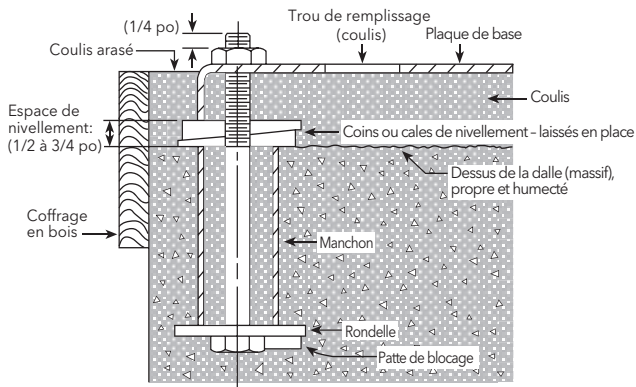

Figure 1
- 2.3.1. Il est recommandé de remplir de coulis le vide entre la plaque de base et la dalle reposant sur une semelle de fondations solide (v. figure 1).